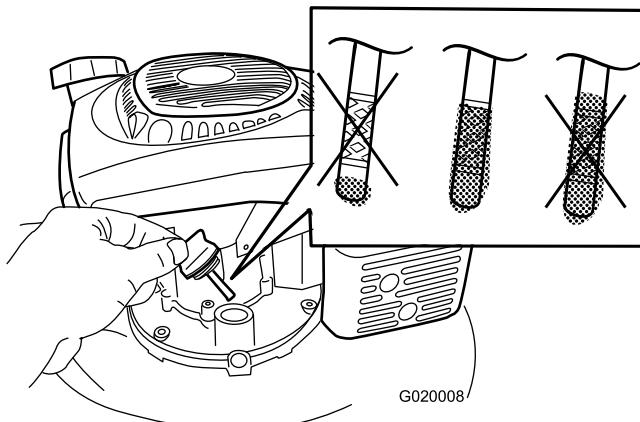

Figure 5
1. Retirez la jauge (Figure 5).
2. Versez de l'huile **lentement** dans le goulot de remplissage pour faire monter le niveau jusqu'au repère du plein (Full) sur la jauge (Figure 5). **Ne remplissez pas excessivement.** (Remplissage max. : 0,65 l (22 oz), type : huile détergente SAE 30 de classe de service API SJ, SL ou supérieure.)
**Remarque:** Chaque fois que vous vérifiez le niveau d'huile, sortez la jauge et essuyez-la sur un chiffon propre, remettez-la dans le goulot de remplissage (**sans la visser**), puis ressortez-la et vérifiez le niveau (Figure 5).